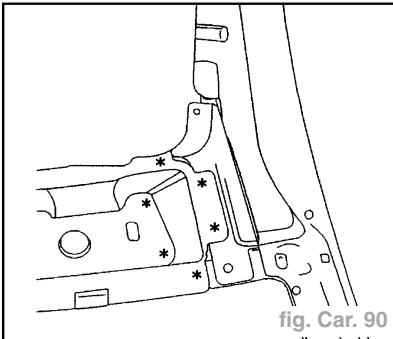

fig. Car. 90
- Dégraffer les points à l'aide d'une fraise de  $\varnothing = 8 \text{ mm}$  (fig. Car. 90).
- Souder par points électriques (fig. Car. 90, 91 et 92).